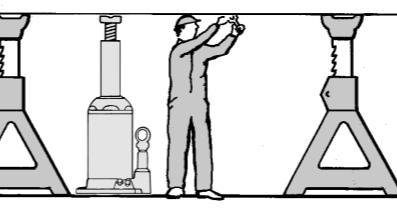

Fig.5
- Werk nooit onder een opgeheven last zonder deze eerst te verankeren met bokken of een andere mechanische steun (Fig. 5).
- Non lavorare mai sotto carichi sospesi senza aver prima assicurato il carico con cavalletti o altro sostegno meccanico (Fig. 5).